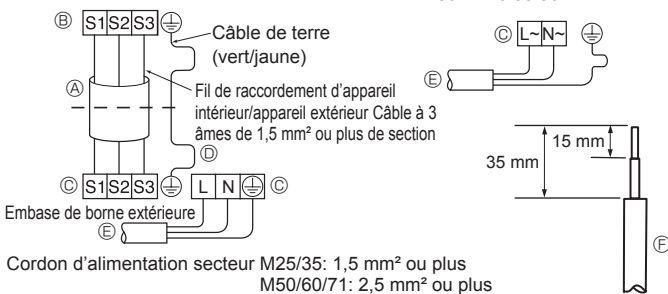
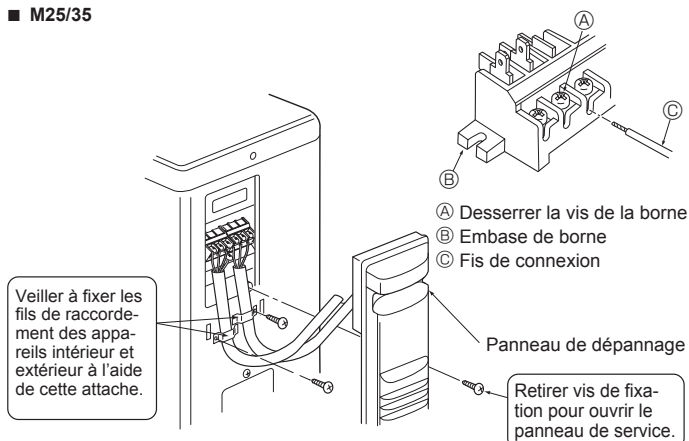
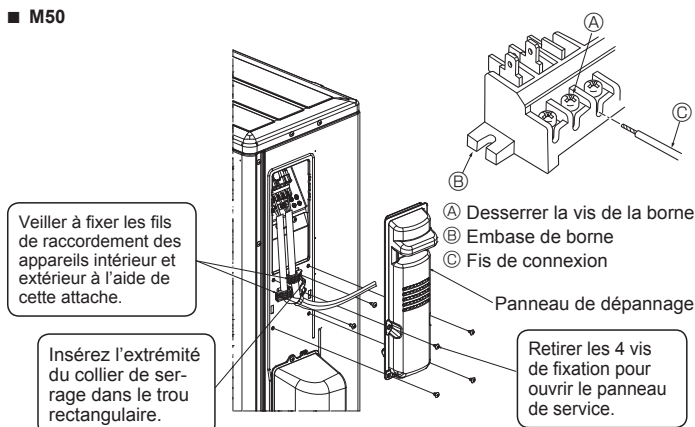
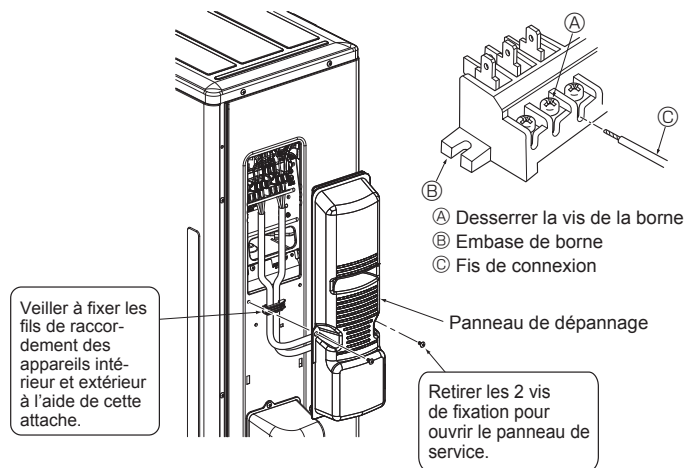

Fig. 6-2
Fig. 6-3
Fig. 6-4
Fig. 6-5
### 6.1. Appareil extérieur (Fig. 6-1, Fig. 6-2, Fig. 6-3, Fig. 6-4, Fig. 6-5)
- ① Déposez le panneau de service.
- ② Raccordez les câbles conformément aux Fig. 6-1, Fig. 6-2, Fig. 6-3, Fig. 6-4 et Fig. 6-5.
- Effectuez le câblage selon le diagramme en bas et à gauche. (Veuillez vous procurer le câble localement) (Fig. 6-2)
- (A) Câble de connexion
- (B) Embase de borne intérieure
- (C) Embase de borne extérieure
- (D) Posez toujours un câble de mise à la terre plus long que les autres câbles.
- (E) Cordon d'alimentation
- (F) Fis de connexion